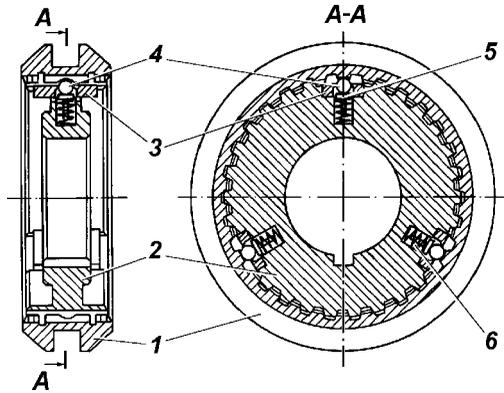

Рис. 5.8. Муфта синхронизатора со ступицей:
**Синхронизатор** (рис. 5.8) - инерционного типа. Механизм синхронизатора собран на ступице. Ступица имеет три продольных паза прямоугольной формы для размещения сухарей. В центре каждого паза сделано в радиальном направлении отверстие.